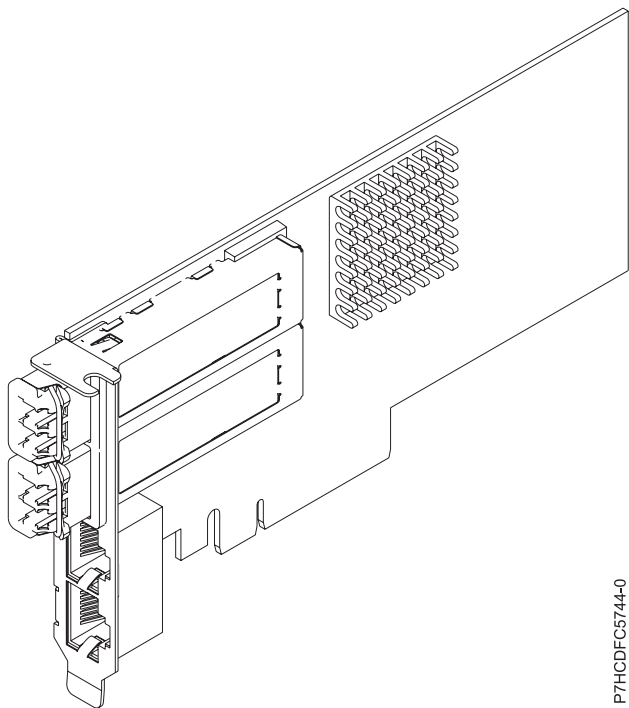

Figura 30. adaptador PCIe2 LP 2x10GbE SR 2x1GbE de cable de par trenzado no apantallado
El adaptador adaptador PCIe2 LP 2x10GbE SR 2x1GbE de cable de par trenzado no apantallado es un adaptador Ethernet PCI Express, de generación 2 y cuatro puertos, con una interfaz de bus de host PCI Express 2.0. El adaptador está optimizado para servicios informáticos en nube, virtualización, almacenamiento y otras aplicaciones de centro de datos. El adaptador de cuatro puertos proporciona dos puertos Ethernet de 10 Gb y dos puertos Ethernet de 1 Gb. Los dos 2 puertos transceptores SFP+ (small form-factor pluggable) SR (single root) de 10 Gb se utilizan para la conectividad con otros servidores o conmutadores de la red. Cada puerto SFP+ (SR) proporciona conectividad Ethernet con una velocidad de datos nominal de 10 Gbps (gigabits por segundo), y utiliza cables twinaxiales de cobre SFP+ de hasta 5 metros de longitud. Cada uno de los puertos RJ45 proporciona conectividad Ethernet con una velocidad de datos de 1 Gbps. Las funciones de agregación de enlaces y recuperación tras error del adaptador son ideales para aplicaciones de red críticas que necesitan redundancia y alta disponibilidad. La Figura 30 muestra el adaptador FC 5745.